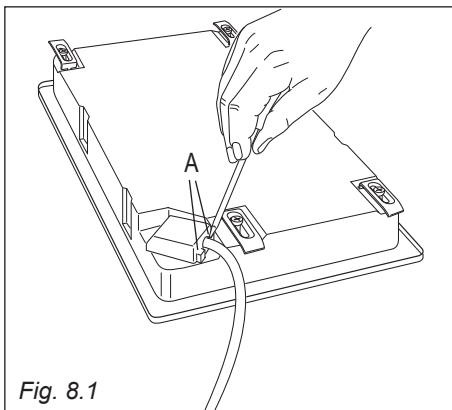

Fig. 8.1
- Rovesciare il piano e sganciare il coperchio della morsettieria inserendo un cacciavite nei due agganci "A" (fig. 8.1).